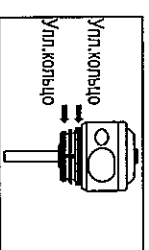

Рис.10
- Убедитесь, что уплотнительные кольца заняли правильное положение, и затем вставьте картридж. (Рис.10)